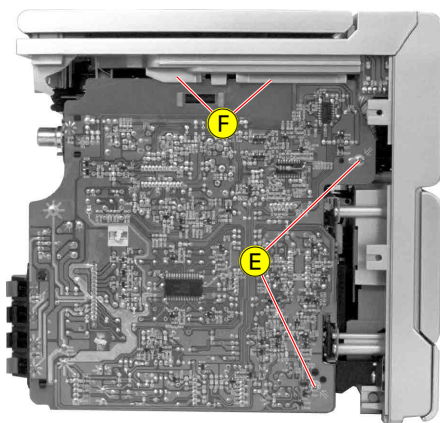

Fig. 5
- 2 Schrauben (E) (Fig. 5) herausdrehen.
- Beim Zusammenbau darauf achten, dass die Leiterplatte in den Führungen (F) sitzt.
- Undo 2 screws (E) (Fig. 5).
- When reassembling take care that the board fits in the guides (F).